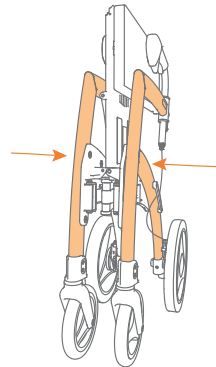

Figure 16: Poussez le cadre plus à l'intérieur.
- e. Poussez les côtés du cadre l'un vers l'autre jusqu'à ce que le déambulateur soit complètement plié (**Figure 16**).